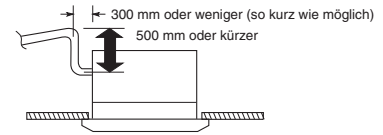

Abb. 3-27
- Wenn es erforderlich sein sollte, die Höhe des Ablaufrohrs zu vergrößern, kann der Bereich unmittelbar nach der Anschlussstelle um maximal 500 mm angehoben werden. Der Anschluss darf nicht um mehr als 500 mm höher gestellt werden, da dadurch Leckwasser austreten könnte. (Abb. 3-27)